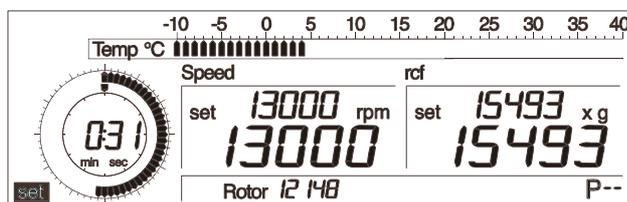

Fig. 5.10: Réglage de la durée
- Tournez le bouton rotatif gauche jusqu'à ce que « set » soit affiché à gauche en bas de l'écran (voir Fig. 5.10).